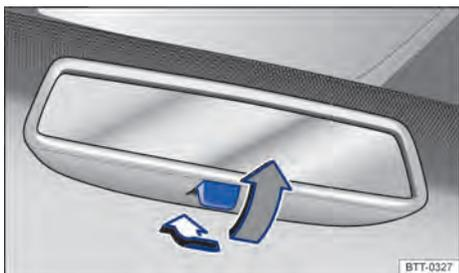

Fig. 100 No para-brisa: espelho retrovisor interno com antiofuscante manual.
- Para evitar o ofuscamento, puxar a alavanca para trás → Fig. 100.